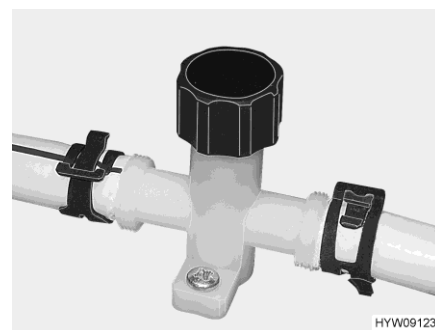

Bild 102 Ablasshahn (Wasserleitung)
- Alle Ablasshähne (Bild 102) öffnen.